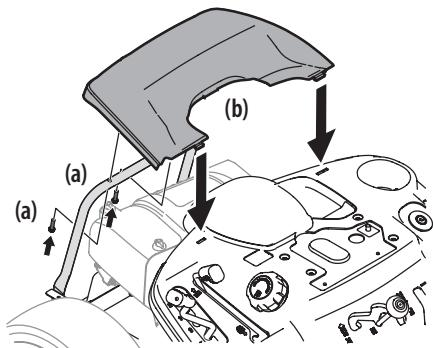

Figure 13
- Retirez les deux vis hexagonales (a) installées en usine situées sur le couvercle du moteur (b). Conservez les vis pour utilisation ultérieure. Voir Figure 13.
- Installez le couvercle de moteur arrière (b) en le plaçant comme illustré à la Figure 13. Faites-le basculer vers l'avant pour l'ajuster dans les fentes aménagées, puis inclinez-le vers l'arrière pour aligner les trous de montage.